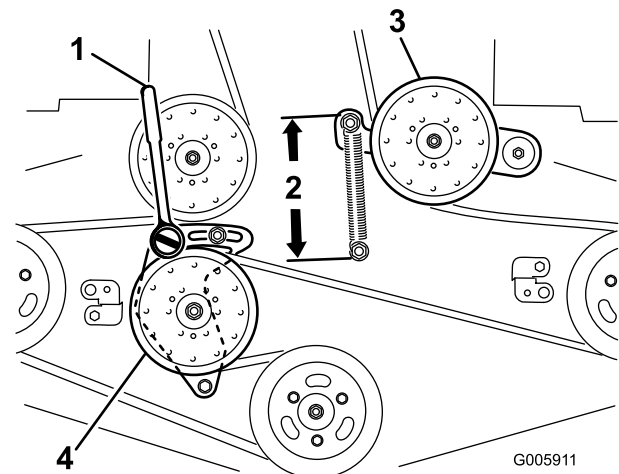

Figure 61
7. Insérez une douille courte avec manche à rochet ou une barre de levier dans le trou carré du bras de la poulie de renvoi fixe (Figure 61).
9. Pour augmenter la tension de la courroie, tournez le manche à rochet ou la barre de levier dans le sens antihoraire pour déplacer le bras de poulie fixe jusqu'à ce que les crochets du ressort soient espacés de 16,5 cm (Figure 61).